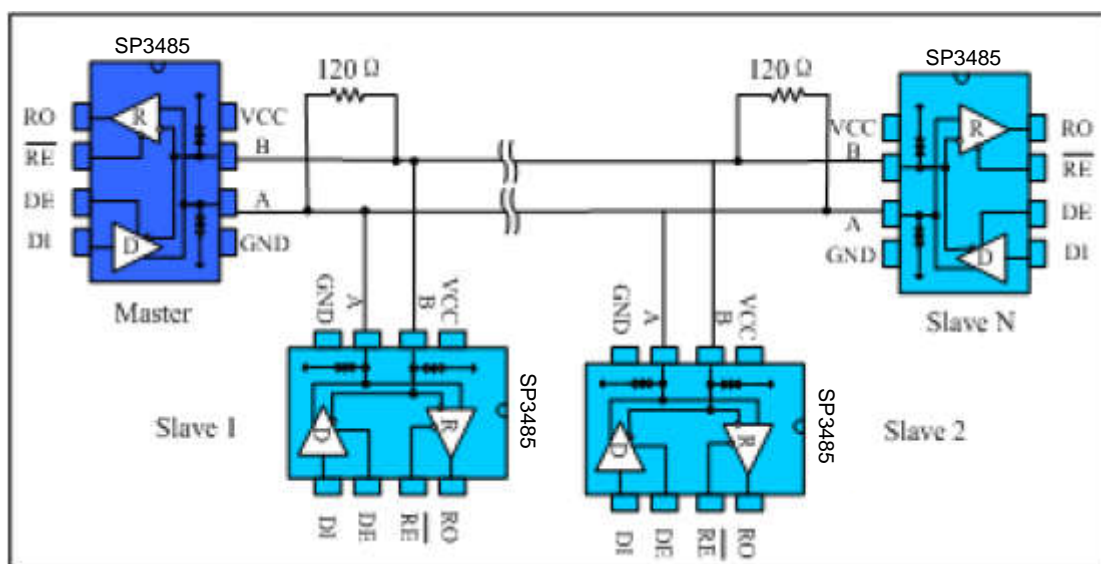

图 9 总线式 RS485 半双工通讯网络
**4.1 总线式组网：** SP3485 RS485 收发器设计用于多点总线传输线上的双向数据通信。图 9 显示了典型网络应用电路。这些器件也能用作电缆长于 4000 英尺的线性转发器，为减小反射，应当在传输线两端以其特性阻抗进行终端匹配，主干线以外的分支连线长度应尽可能短。